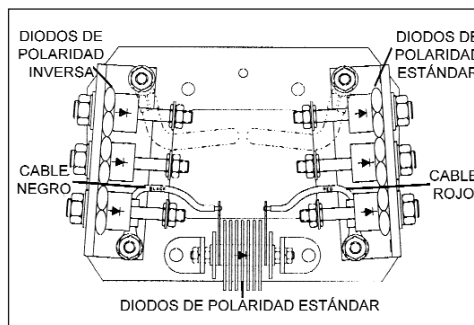

Figura 6-34
**PRECAUCIÓN** Se utilizan tres diodos de polaridad directa y tres de polaridad invertida. Asegúrese de que usted tiene las partes correctas instaladas en el lugar correcto. El supresor de sobretensión está polarizado. Observe las marcas de polaridad cuando cambie el supresor de energía (figura 6-34).